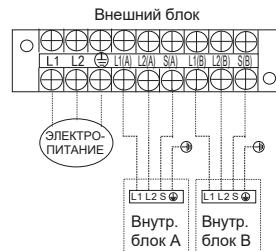

Рисунок 50 - Схема межблочных соединений сплит-системы с несколькими внутренними блоками
- Каждый внутренний блок сплит-системы должен подключаться с отдельной группой клемм внешнего блока. Например, соединительный кабель должен соединять клемму L1 внутреннего блока А с клеммой L1(A) внешнего блока. (см. рис. 50).